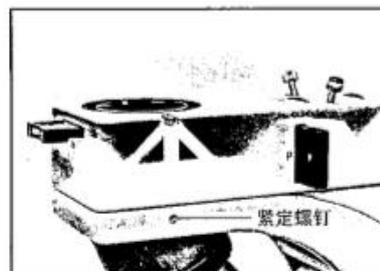

图 1
- 松开镜臂上的锁紧螺钉，将落射照明器上的圆形燕尾连接头放入镜臂上的圆形燕尾连接座中，锁紧螺钉。（图 1）